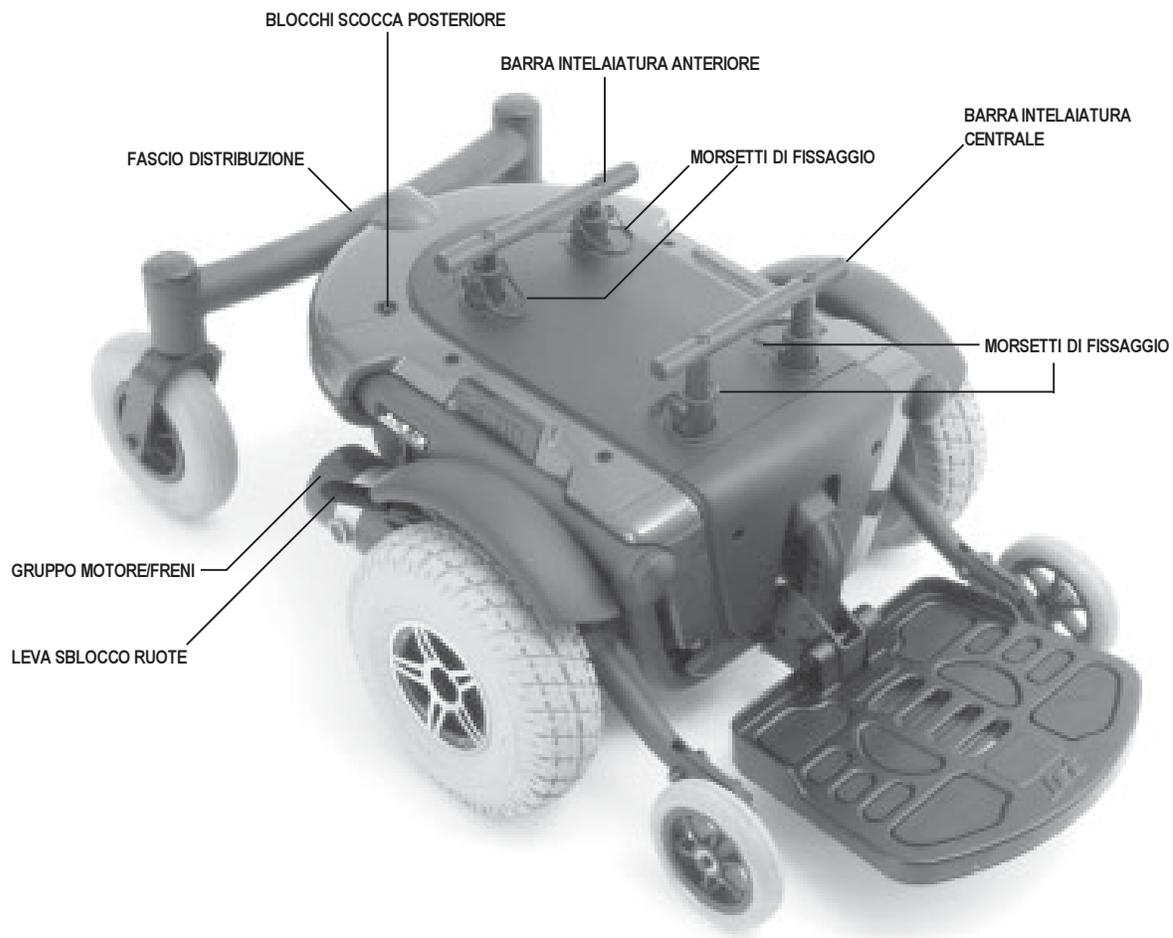

Figura 5. La base di alimentazione della Jet 3 Ultra
2. Ruotare i blocchi scocca posteriore di un quarto di giro in qualsiasi direzione e rimuovere la copertura della scocca posteriore. Vedere figura 5.